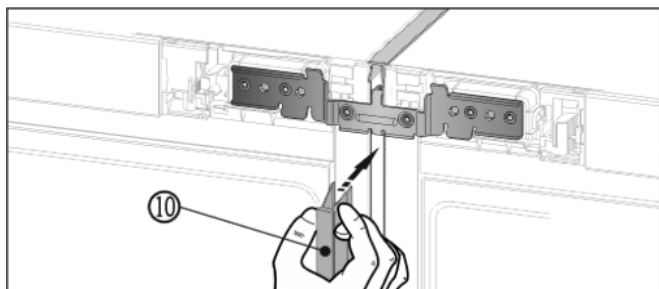

Fig. 14
- ▶ Na přední straně zatlačte dlouhou krycí lištu Fig. 14 (10) do svislé spáry. Dbejte na to, aby lišta stála na spojovacím plechu.